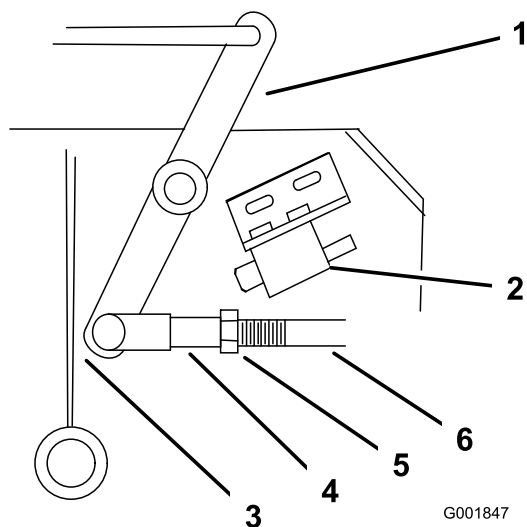

Figure 49
4. Ajustez la longueur de la timonerie de sorte que l'extrémité la plus basse du levier coudé passe juste le renfort de support de l'essieu (Figure 49).
- Desserrez l'écrou contre la chape (Figure 49).